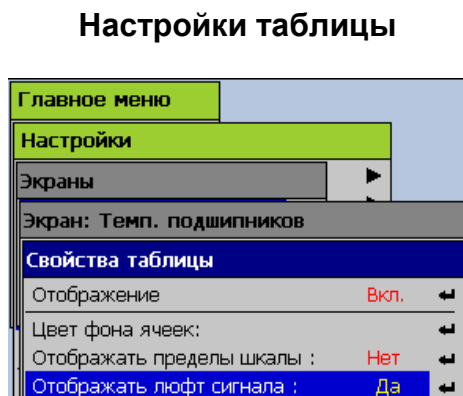

Рисунок 2.43
Неподвижные фоновые элементы мнемосхемы создаются на ПК с помощью любой программы редактирования растровых изображений и сохраняются в графический файл. В качестве изображения также может использоваться непосредственно фотография, контролируемого объекта или узла. Рекомендуемый размер файла изображения не должен превышать 1280x1024 точек. Допустимые расширения файлов изображений: \*.bmp, \*.jpg, \*.gif, \*.png. Все изображения, предназначенные для использования в мнемосхемах регистратора, загружаются на USB-flash накопитель в директорию **PMT\_IMG** (все символы латинского алфавита!). Для добавления/изменения фонового изображения мнемосхемы используется первый слева элемент (1) на панели инструментов (см. рисунок 2.43а), после нажатия Enter на котором произойдет считывание с вставленного заранее съемного USB-flash накопителя файлов изображений и отображение их в списке (б) для выбора.
**Рисунок 2.43а**
Рисунок 2.43б
Рисунок 2.43в